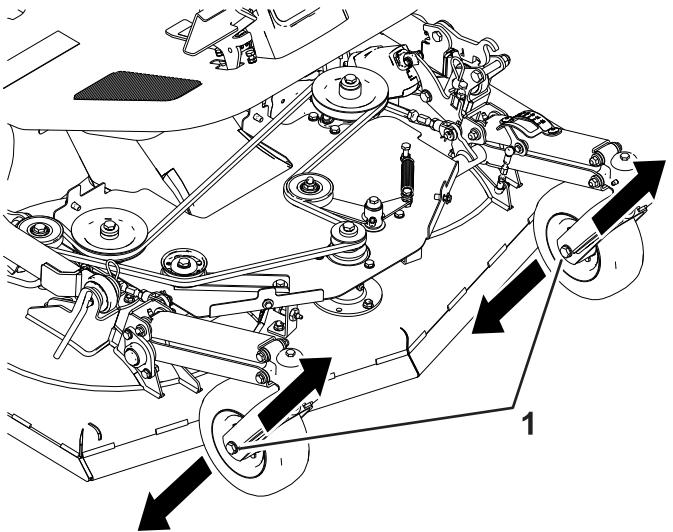

図 103
- A. 片側のキャスタホイールのボルトをゆるめる図 103。
- B. キャスタホイールのボルトの位置を調整してボルトを締め付ける図 103。